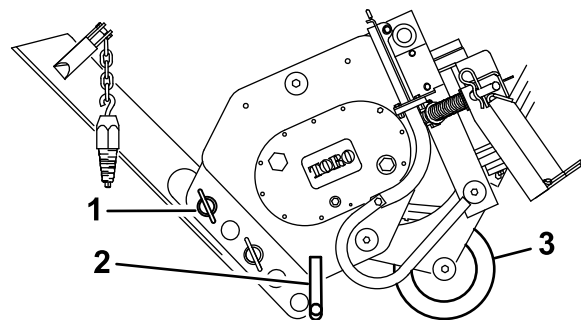

Figura 4
3. Oscile a lâmina para cima e prenda-a usando o pino de sujeição e o passador de forquilha, como se mostra na (Figura 4).
4. Incline o arado para a frente e desça-o para o chão ou atrelado, com o suporte e relha a suportar o peso do arado (Figura 4).
3. Oscile a lâmina para cima e prenda-a usando o pino de sujeição e o passador de forquilha, como se mostra na Figura 4.